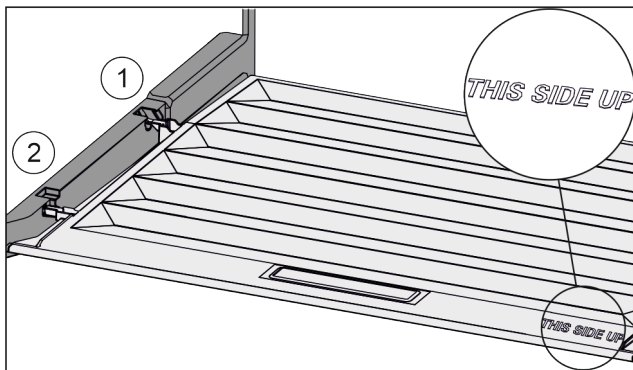

Fig. 104
- ▶ Introduire les rainures du couvercle par l'orifice du support arrière Fig. 104 (1) et les enclencher à l'avant dans le support Fig. 104 (2).